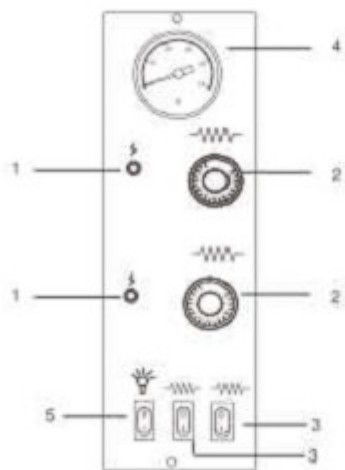
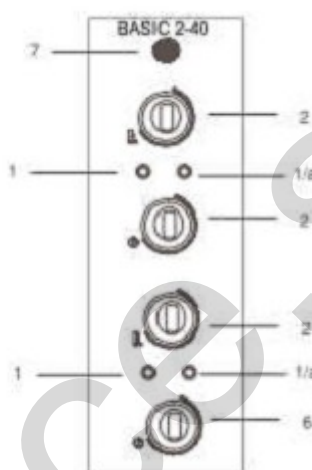

Рис.1 Панель печи
Рис.3 Панель печи
- 3) Переведите нагревательные элементы (рис.1, 2_3) в положение “I”; для печи 2/40: нажмите основной выключатель “рис.3_7”;
- 4) Включите ТЕНЫ, установив для термостатов (Рис.1, 2, 3 – функц.2) температуру 150°C, указанную на рукоятке настройки. Соответствующий красный свет, сигнализирующий о работе резисторов, загорится;
- 6) Отключите работающие ТЭНЫ, переведя показания термостатов (**Рис.1, 2, 3 – функц. 2**) в положение “0” и предупредительный свет погаснет. Для печи 2/40: нажмите основной выключатель и отключите нагревательные элементы;
- 8) Закройте дверцу и повторите операцию, как указано в пункте 4), установив термостаты (рис.1; 2_функц.2) на температуру **400°C**, указанную на кнопке. Для печи **2/40**: установите термостаты (рис.3_функц.2) на температуру **350°C**.
- 10) Отключите ТЭНЫ, переведя показания термостатов (**Рис.1, 2, 3 – функц. 2**) в положение “0”;
- 12) В печи 2/40 Вы можете регулировать температуру приготовления, установив секунды при помощи таймера (рис.3_функц.6). После того, как время будет установлено, нагревательные элементы отключатся. Чтобы выбрать режим приготовления, переведите кнопку таймера (рис.3_функц.6) в положение “ON” повернув её влево.
- 2) Переведите выключатель нагревательных элементов (рис.1, 2_функц.3) в положение “I”; для печи 2/40: нажмите основной выключатель (рис.3_функц.7)
- 3) Включите ТЭНЫ, установив для термостатов (**Рис.1, 2 – функц. 2**), необходимую температуру, указанную на рукоятке настройки. При этом загорятся соответствующие светодиоды, подтверждающие, что ТЭНЫ действительно работают;
- 4) После того, как печь нагреется до необходимой температуры (см. пункт 9 настоящего параграфа), показания которой выводится на термометр (**Рис.1 – функц. 4**), можно поставить пиццу в печь для выпекания.
- 6) Для освещения внутренней части камеры выпечки нажмите на выключатель лампочки печи (**Рис.1-функц.5**).
- 1) Выключите печь, переведя выключатель тэнов печи (**Рис.1,2 – функц. 3**) в положение “0” и кнопки, которые регулируют термостаты (**Рис.1,2 – функц. 3**). Для печи 2/40: нажмите основной выключатель и отключите нагревательные элементы.